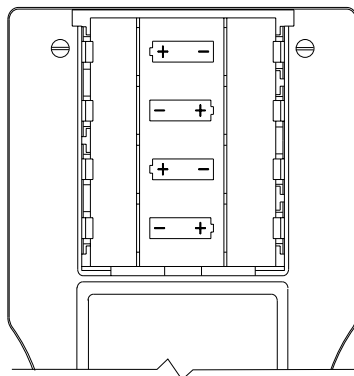

Figure 3-1. Remplacement des piles
1. Retirez le couvercle du compartiment des piles à l'arrière de l'APC (Figure 3-1).